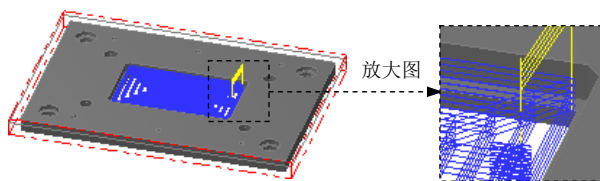

图 2.12 刀具路径
④ **深度切削** 节点，然后选中 ☒ **深度切削** 复选框，在 **最大粗切步进量** 文本框中输入值 2，在 **精修次数** 文本框中输入值 0，在 **精修量** 文本框中输入值 1，完成 Z 轴切削分层铣削参数的设置。
Step13. 单击“2D 刀具路径-2D 挖槽”对话框中的 ☒ 按钮，完成加工参数的设置，此时系统将自动生成图 2.12 所示的刀具路径。